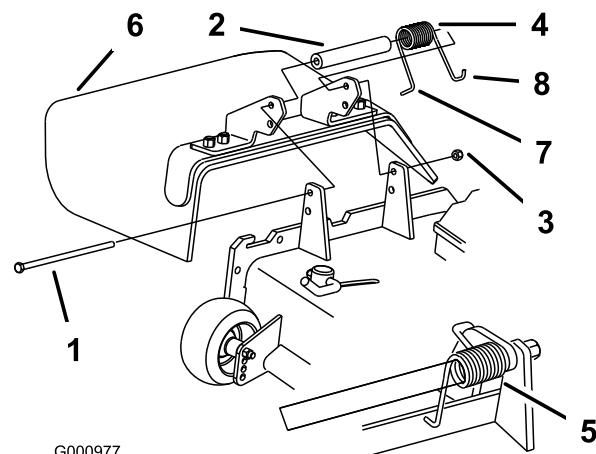

Figura 36
1. Togliete il dado di bloccaggio, il bullone, la molla e il distanziale che fissano il deflettore alle staffe orientabili del tosaerba (Figura 36). Togliete il deflettore di sfalcio se è danneggiato o consumato.
Nota: Verificate che l'estremità **L** della molla si trovi dietro il bordo del piatto di taglio prima di montare il bullone, come illustrato nella Figura 36.
3. Montate il bullone e il dado. Infilate l'estremità a gancio **J** della molla attorno al deflettore di sfalcio (Figura 36).